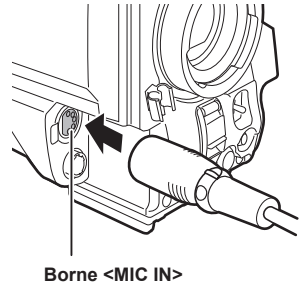

Fig. 3
- 3** Connectez le câble de connexion du microphone à la borne <MIC IN> sur la caméra. (Fig. 3)